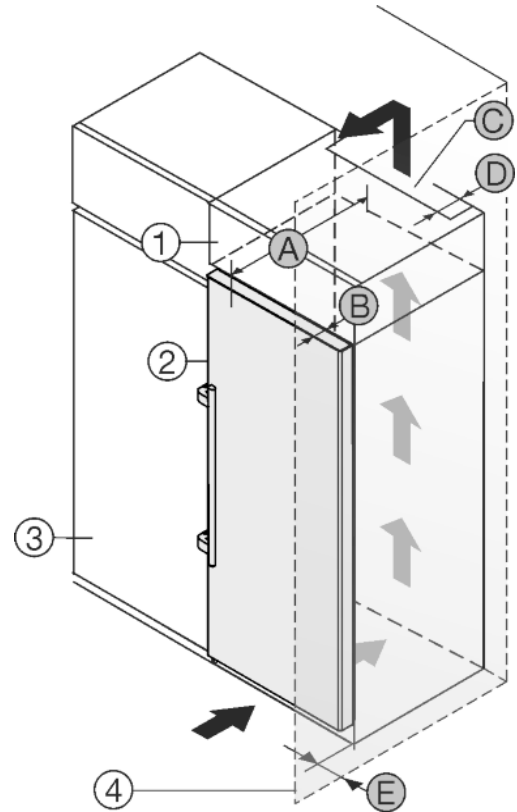

Fig. 22
Пристрій можна комбінувати з кухонними шафами. Для того, щоб пристрій Fig. 22 (2) вирівняти по висоті кухонної секції, на пристрій можна встановити антресольну секцію Fig. 22 (1).
Пристрій можна встановлювати безпосередньо поряд з кухонною шафою Fig. 22 (3). Для повного відкриття дверей пристрій повинен виступати на глибину Fig. 22 (B) відносно передньої панелі кухонної шафи. Залежно від глибини кухонних шаф та використання пристінних розпірок пристрій можна встановити так, щоб він виступав вперед.
- Задня сторона антресольної шафи повинна мати вентиляційний канал глибиною Fig. 22 (D) вздовж всієї ширини шафи.
- Під стелею приміщення слід дотримуватися поперечного перерізу вентиляційного відведення повітря *Fig. 22 (C)*.
Якщо пристрій з шарнірами встановлюється поряд зі стінкою *Fig. 22 (4)*, то між пристроєм та стінкою слід додержуватися відстані *Fig. 22 (E)*. Це відповідає виступу ручки при відкритих дверцятах.